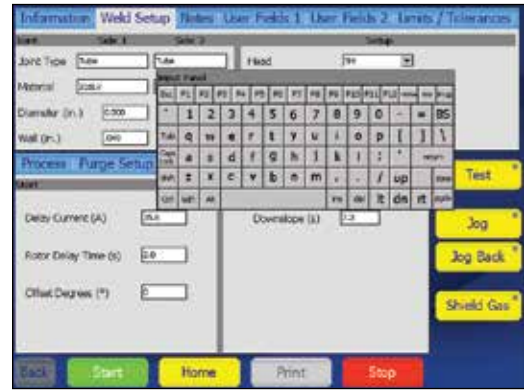

Fig. 15—Clavier tactile
- Utilisez le clavier à l'écran (Fig. 15) comme vous utiliseriez un clavier d'ordinateur.